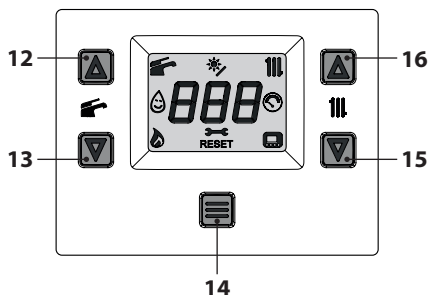

Figura 6.6
- Tenere premuto per 5 secondi il tasto 14 fino a far apparire sul display entrambe i simboli  e  (Figura 6.6).
- Spegnere la caldaia tenendo premuto per 5 secondi il tasto 14 (Figura 6.6) fino a far apparire sul display LCD il simbolo  (i trattini vengono accesi in sequenza per simulare uno scorrimento) (Figura 6.5).